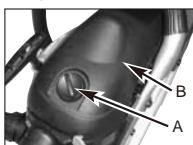

Fig. 18A
2. Fjern knotten (A) som holder luftfilterdekslet på plass, fjern øvre deksel (B) ved å løse skruene på dekslet. Dekslet kan løftes av. (Fig.18A)